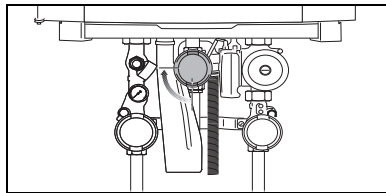

Fig. 17 Aprire il rubinetto del gas
- Aprire lentamente il rubinetto del gas. Premere il rubinetto del gas e compiere un quarto di giro verso sinistra (fig. 17). Il rubinetto del gas si trova in posizione "Aperto", quando è disposto verticalmente.